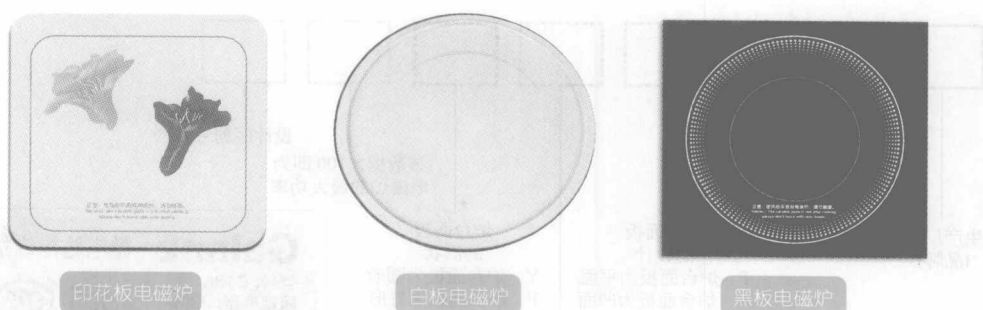

图 1-5 炉台面板
(1) 电磁炉的炉台面板与电磁炉其他外壳部分结构不同,采用高强度、耐冲击、耐高温的陶瓷或适应微晶材料制成,在加热状态下热膨胀系数小,可径向传播热量。电磁炉的炉台面多为圆形和方形两种,并且其面板的花色也有所不同主要有印花板、白板和黑板,如图 1-5 所示。